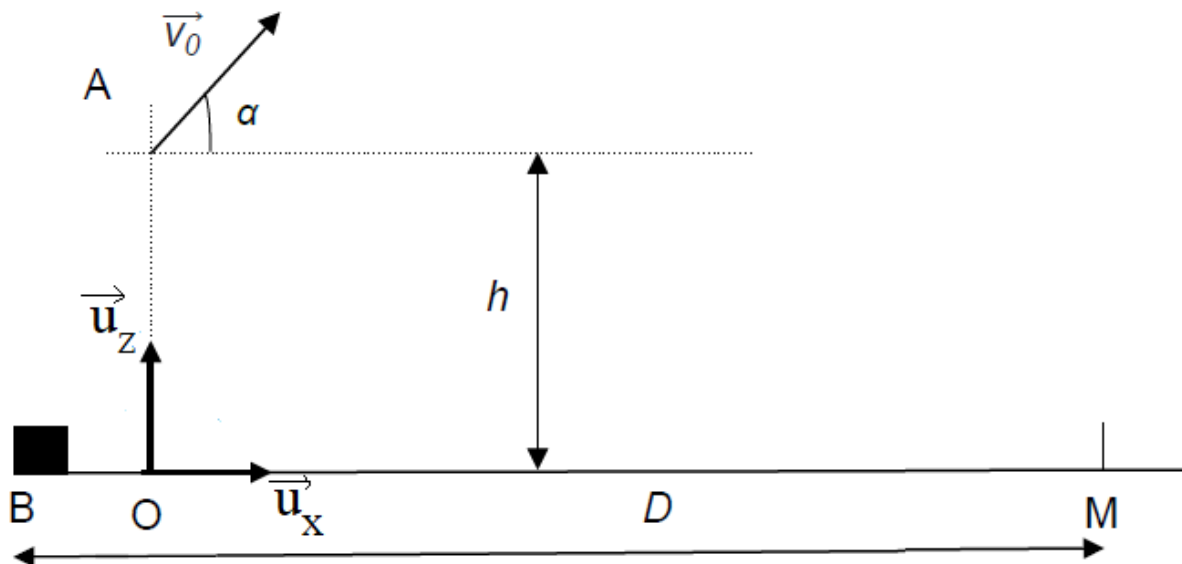

FIGURE 2 – Schéma de la situation de lancer, vue de profil, sans aucun souci d'échelle.
À l'issue d'une phase d'élan, la boule métallique est abandonnée en A, à la hauteur  $OA = h$  au-dessus du sol horizontal, à la distance BO du butoir B, comme représenté sur la figure 2.
**Q4.** Recopier le schéma de la figure 2 sur votre copie et y représenter l'allure de la trajectoire du centre de masse de la boule métallique.